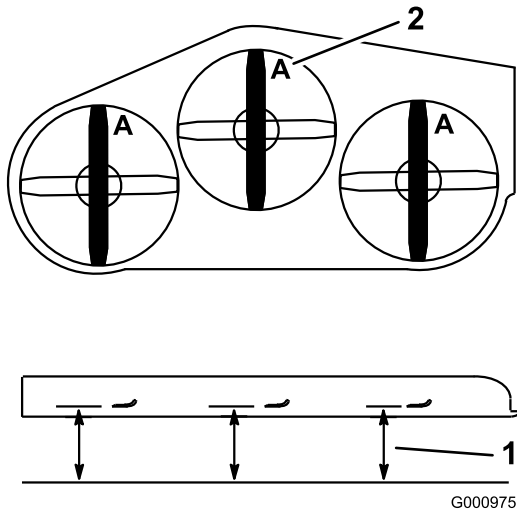

Figura 104
- Girate le lame fino a disporle in parallelo con la lunghezza della macchina (Figura 104).
- Misurate da un piano orizzontale fino al tagliente delle lame, posizione A, (Figura 104).